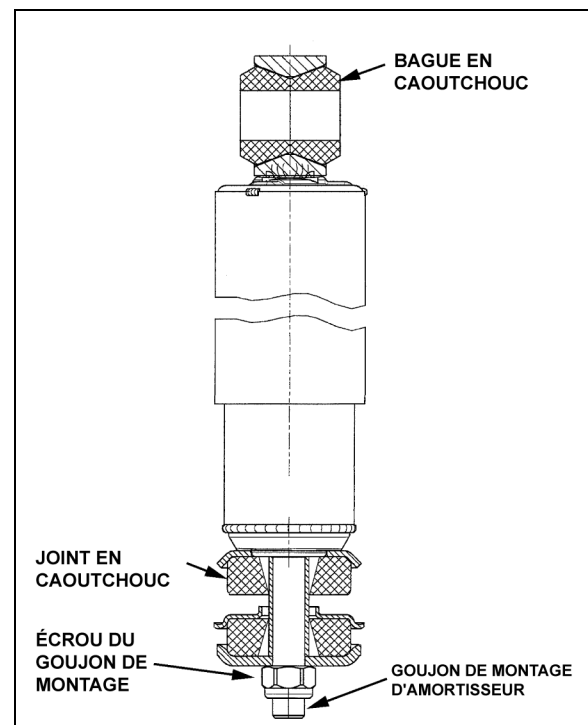

FIGURE 19: AMORTISSEUR
5. Poser l'amortisseur comme illustré à la Figure 19 avec le goujon de montage qui dépasse le trou dans le support de montage et les œillets d'amortisseur par-dessus les goupilles de montage. Poser la rondelle extérieure.